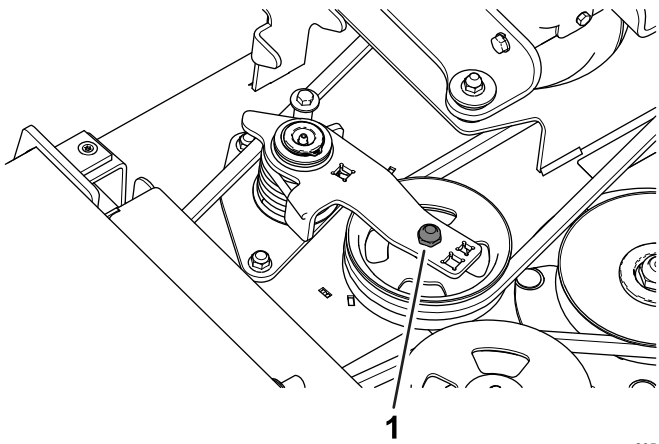

图 28
3. 使用扭矩扳手或类似工具将怠轮皮带轮图 28 移离传动皮带以放松皮带的张紧力并让皮带滑离齿轮箱皮带轮。